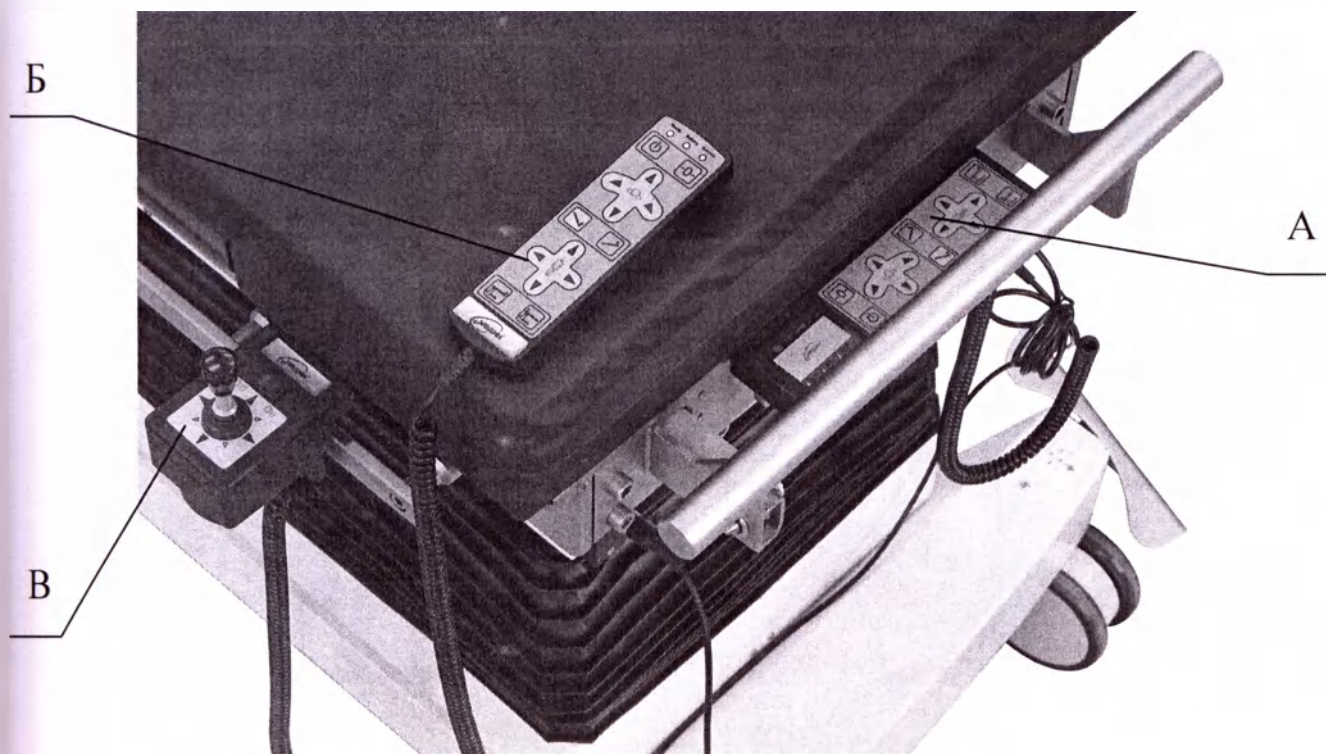

Рисунок 3. Органы управления:
- 9.5 Снимите защитный упаковочный чехол со жгута пультов управления и джойстика (Рисунок 3).